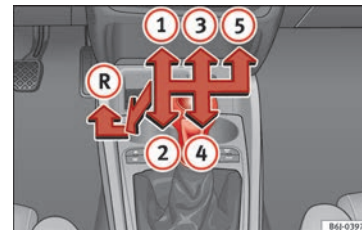

Fig. 28
En la palanca de cambios se indican las posiciones de las marchas » **fig. 28.**
- Con la palanca de cambios en punto muerto, presiónela hacia abajo, muévela a la izquierda hasta el final y después hacia delante para seleccionar la marcha atrás » **fig. 28**